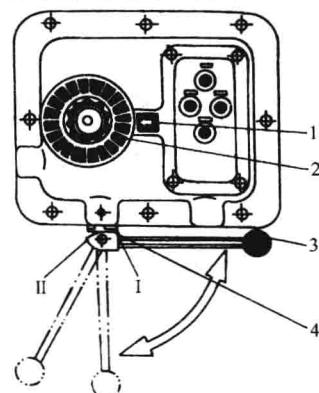

图 1-5 主轴变速操作
(1) 主轴变速操作 主轴变速箱装在床身左侧窗口上，变速主轴转速由手柄 3 和转数盘 2 来实现，如图 1-5 所示。主轴转速有  $30 \sim 1500 \text{ r/min}$  共 18 种。变速时，操作步骤如下：